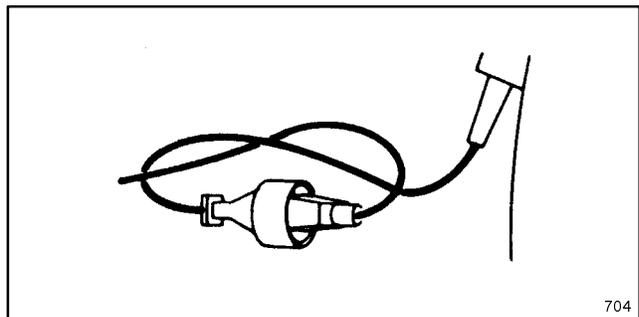

Figura 7
1. Sujete el cable alimentador y un cable de extensión adecuado como se indica en la Figura 7.